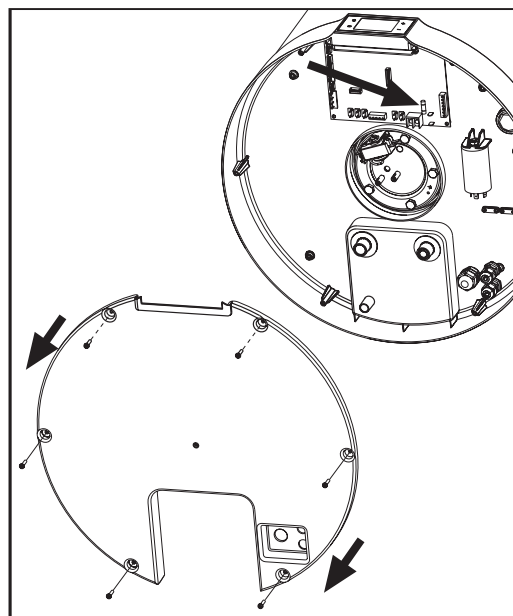

fig. 43
- Rimuovere il coperchio inferiore svitando prima le apposite viti di bloccaggio (fig. 43).